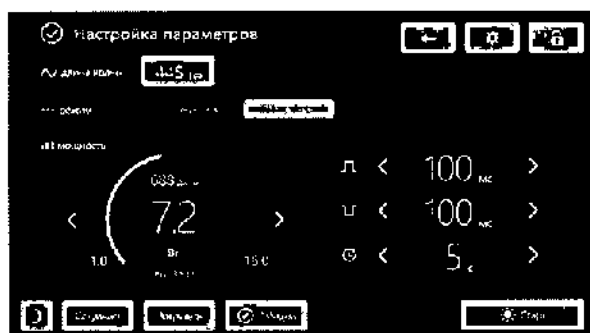

Рис. 82. Вид экрана ПО в статусе «Настройка параметров»
– Статус «Настройка параметров» (Рис. 82), предназначен для выбора режима работы Прибора, настройки параметров лазерного излучения, сохранения и загрузки параметров лазерного излучения;
4 Начните процедуру, запустив генерацию лазерного излучения, нажав , а затем на педаль (Рис. 82 на стр.59).
По окончании работы отожмите педаль, нажмите  (Рис. 84 на стр. 60) и переведите Прибор в статус «Настройка параметров» (Рис. 82 на стр. 59).